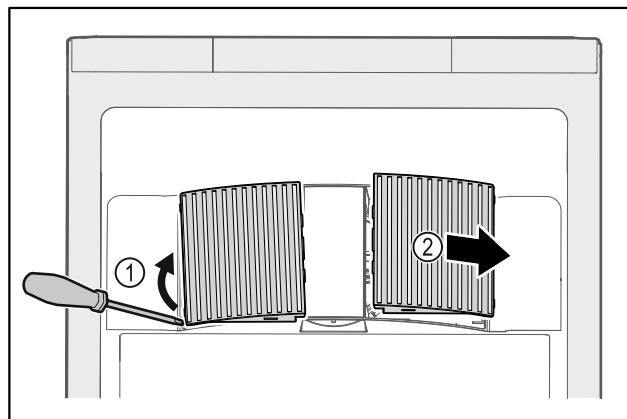

Fig. 198
- ▶ Extraire par un mouvement de levier les caches latéraux Fig. 198 (1) vers l'avant Fig. 198 (2).